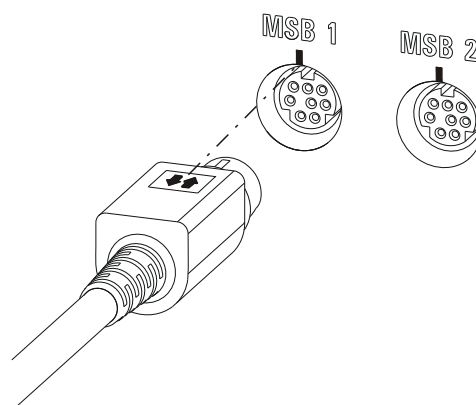

图 15 MSB 接口
- 连接时请您注意 MSB 插头标有箭头的平面一侧朝向 MSB 接口的标志（参见图 15，第 21 页）。